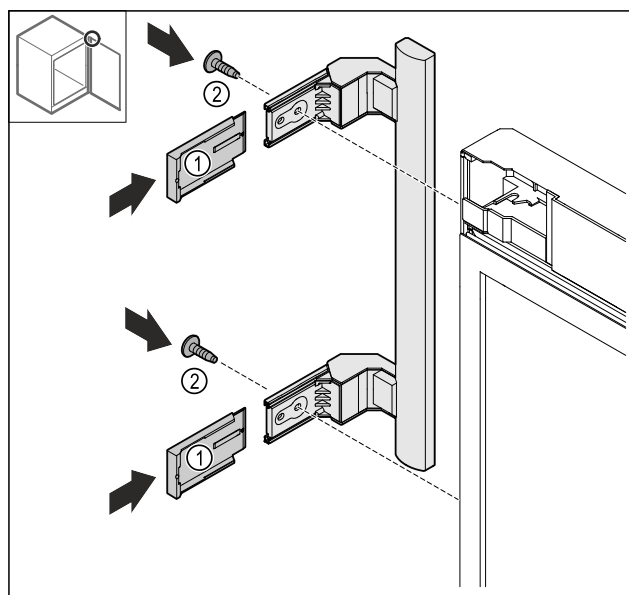

Fig. 27
- Насуньте накладки Fig. 27 (1).